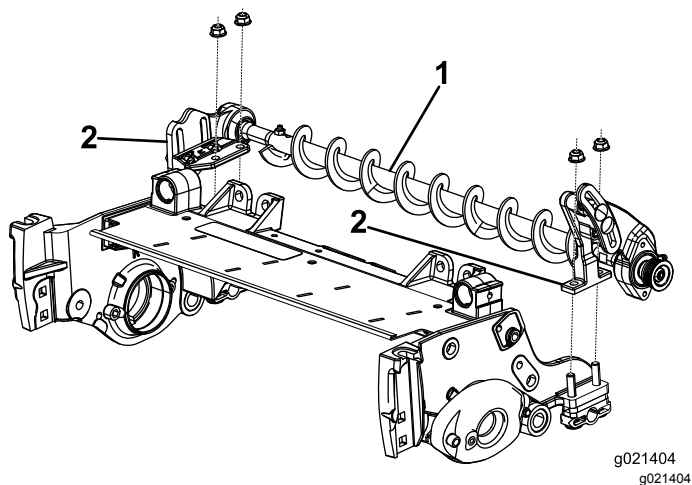

Figure 13
18. Placez les supports de brosse de rouleau gauche et droite sur les boulons de supports (Figure 13).